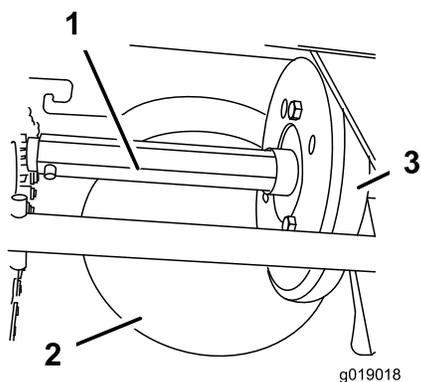

Figura 33
Lubrifique abundantemente o veio hexagonal anualmente com óleo de motor para automóvel (Figura 33).
**Importante:** Não coloque óleo no anel de borracha nem na polia de fricção de aço porque a transmissão da tração patinaria (Figura 33).